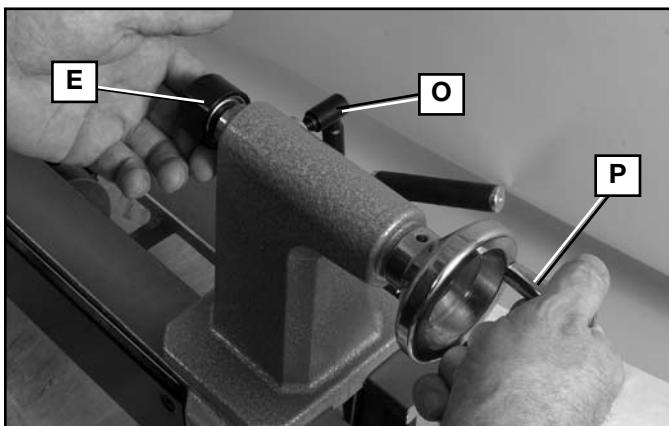

Fig. 27
2. Mueva el centro giratorio (E) girando la manivela del cabezal móvil (P) Fig. 27 hasta que el centro fijo haga contacto con la pieza de trabajo.
4. Trabe el tornillo de bloqueo del eje hueco (O).